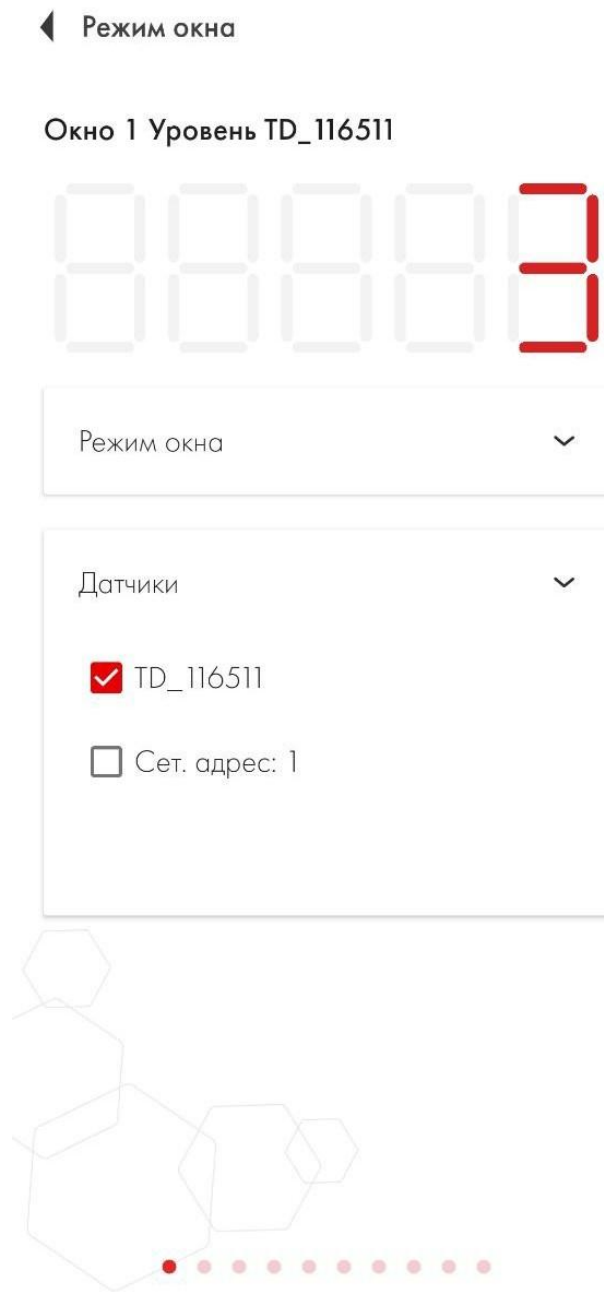

Рис. 59 Выбор датчика
2.8.4 Для ДУТ (как BLE, так и проводных, а также проводных ДУ-180, ДГВ-200, ДУВ) в меню Режим экрана выберите Показание уровня. Затем выберите датчик, данные которого должны отображаться в выбранном Окне X в меню Датчики (Рис. 59). Для любого проводного датчика выберите датчик по серийному номеру. Для датчиков BLE выберите датчик по его имени XX_YYYYYY (XX — первые буквы модели датчика, YYYYYY — последние 6 цифр серийного номера датчика).